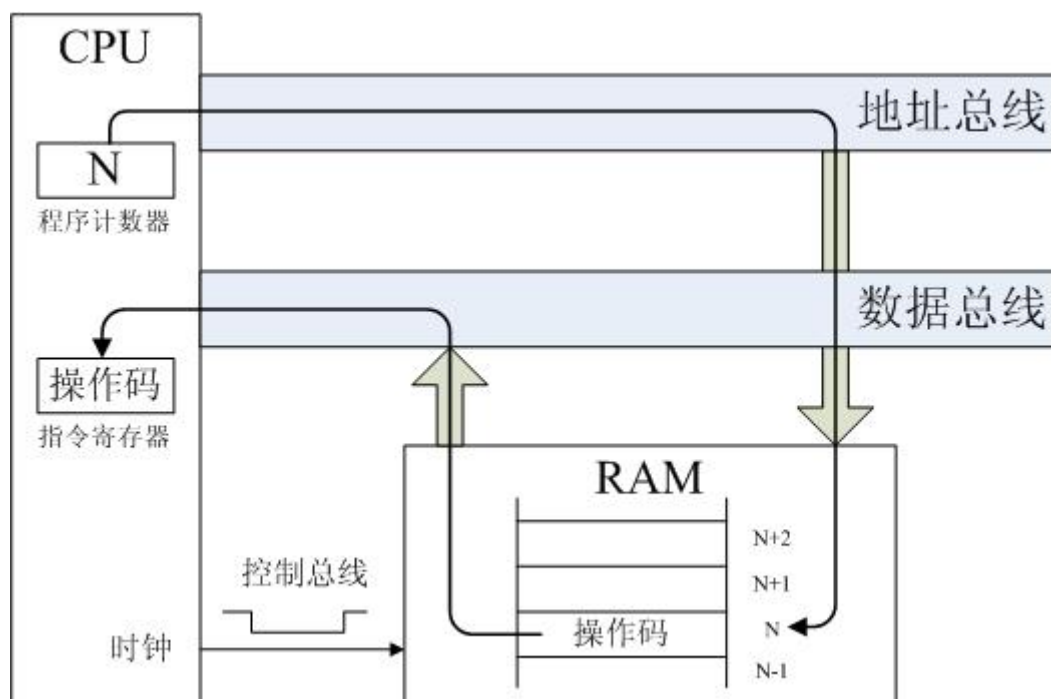

图 B-3 指令读取流程
(1) 程序寄存器中的地址被发送到地址总线上；
(2) 发出读取指令；
(3) 从 RAM 中读取数据（指令操作码）并发送到数据总线上；
(4) 操作码被锁存到 CPU 内部的指令寄存器中；
(5) 程序寄存器加 1，准备下一次读取。图 B-3 描述了以上流程。